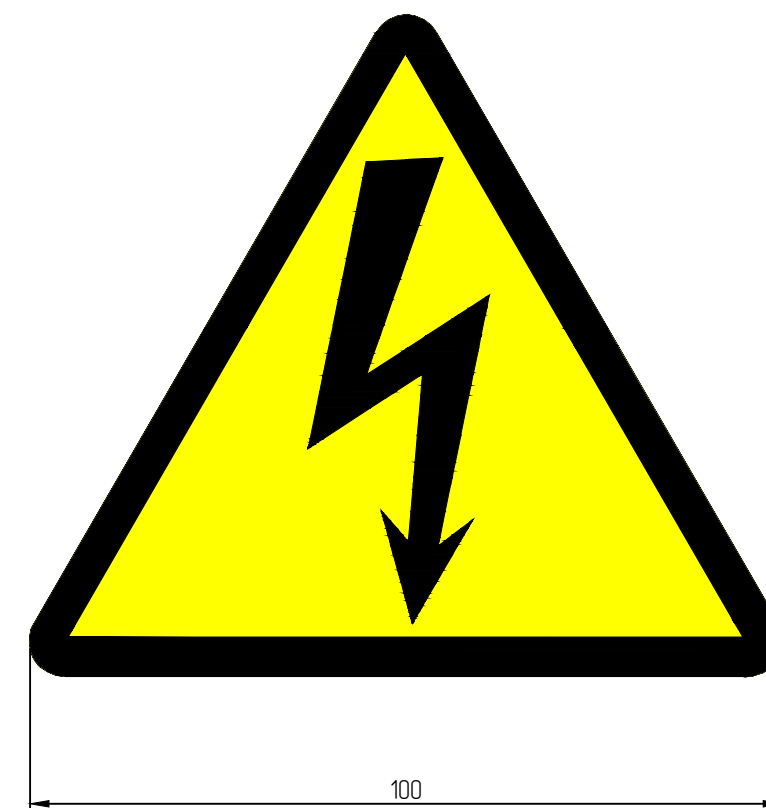

Рисунок 1
2. Надпись на табличке (рисунок 1) выполнить шрифтом GOST 2.304 type A полужирным выравнивание: по центру, высота шрифта 16 мм. Цвет шрифта черный. Толщина рамки 2 мм.